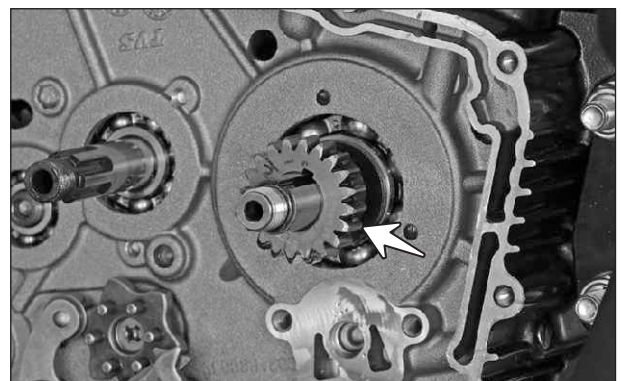

Fig. 3.123
- Retire el piñón junto con el espaciador del cigüeñal. (Fig. 3.123)